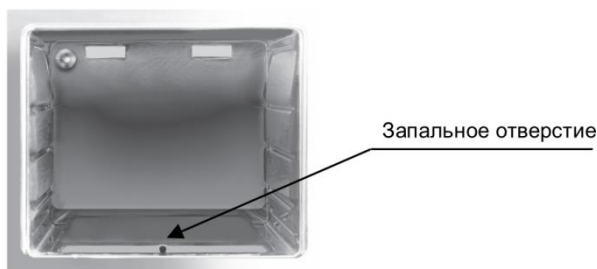

Рисунок 11 – Зажигание горелки духовки
- поднести зажженную спичку к запальному отверстию (см. рисунок 11);